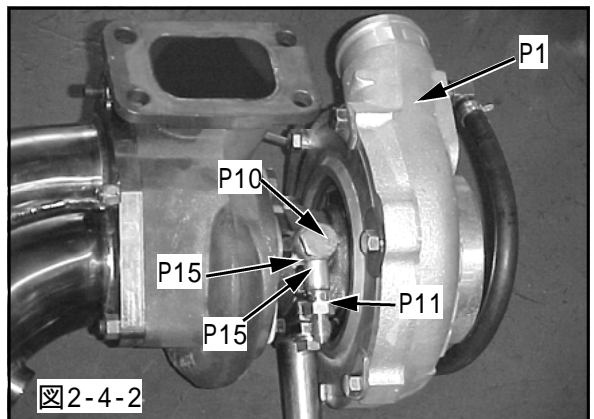

図2-4-2
- (7)バンジョウ 14-AN4をターボチャージャAssyのエンジンブロック側へ取付けてください。(図2-4-2)
- (8)バンジョウボルトM14,バンジョウ 14-AN4,インレットホース,銅ワッシャ 14をターボチャージャAssyに取付けてください。(図2-4-2)